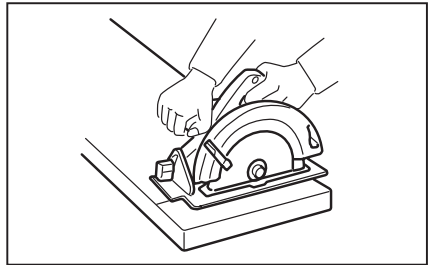

图 1
16. 请将圆锯底座较宽的部分置于工件中有稳定支撑的一侧，而不要放在将要锯下的一侧。例如，图 1 所示为锯切板料顶部的正确方法，图 2 所示为错误方法。如果工件太短或太小，请将其夹紧。切勿用手持短木料！